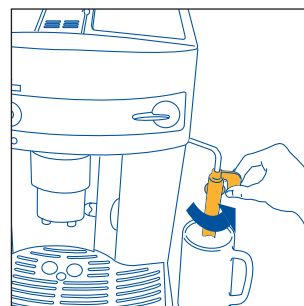

Fig. 3
2. Tournez la buse à cappuccino vers l'extérieur, posez une tasse dessous (fig. 3) et mettez la machine en marche en appuyant sur la touche ① (fig.4).
- Tournez la buse à cappuccino vers l'extérieur de la machine (fig. 3).
- Posez une tasse sous la buse à cappuccino (fig. 3)
- Poussez vers l'extérieur la buse à cappuccino (fig. 3)